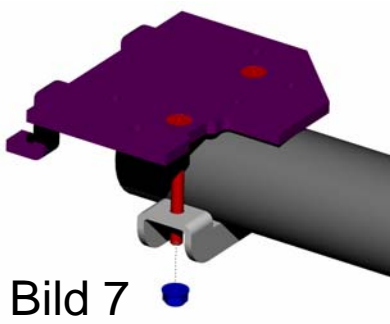

Bild 7
- 3.1 Setzen Sie nun von unten den Achshalter an und verschrauben ihn mit der unteren Federplatte (**Bild 7** Darstellung ohne Balg) Achten Sie darauf, dass die „Füßchen“ der unteren Platte unter die Platte, auf der die Blattfeder befestigt ist, sitzen (**Bild 6**).